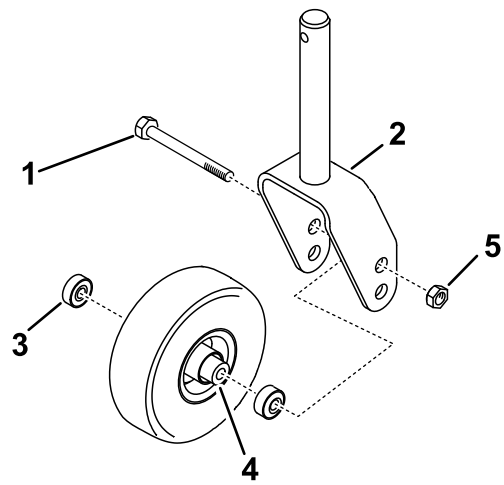

図 6
- 図 6 のように、キャスタフォークにキャスタホイールを取り付ける。